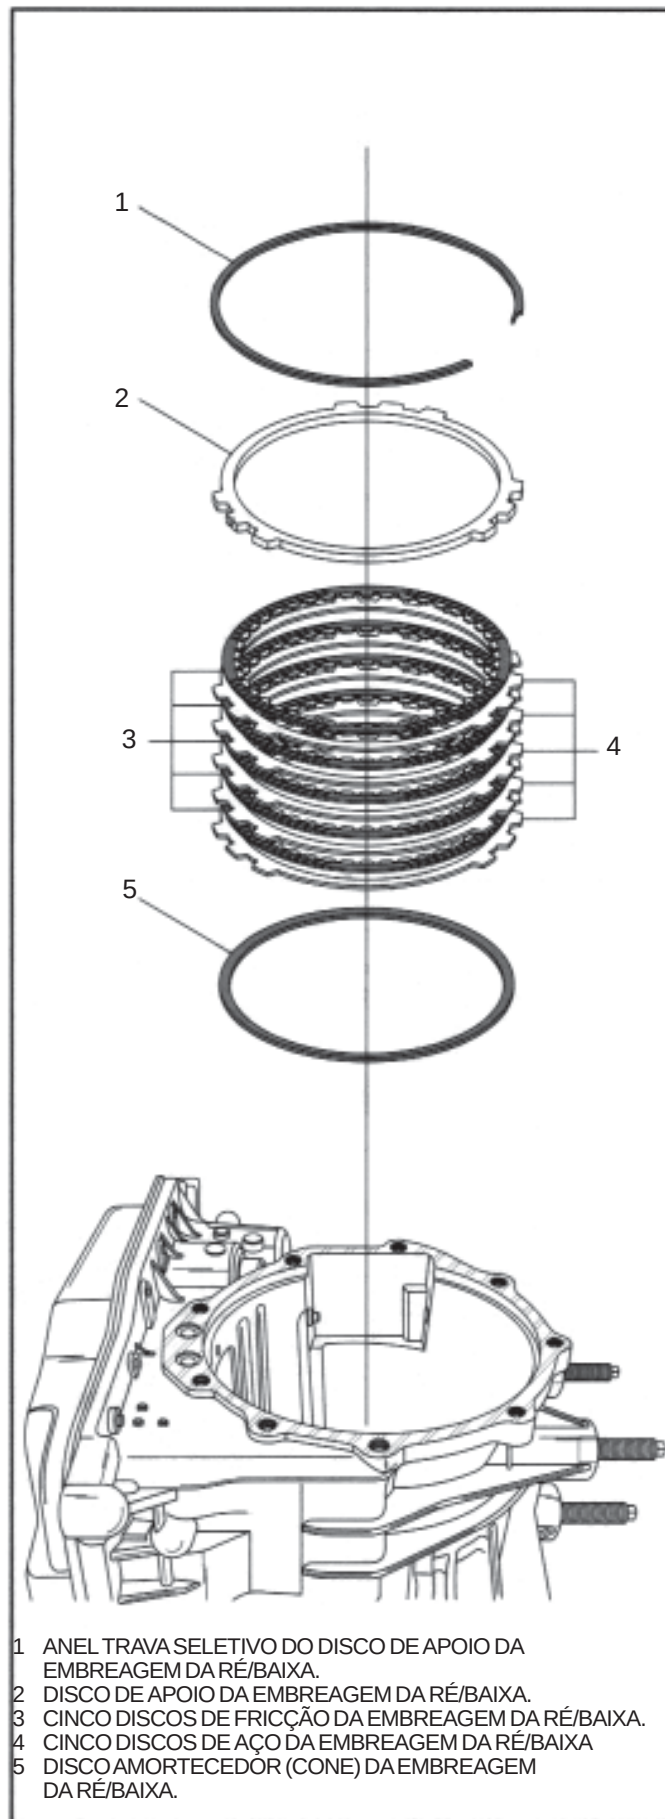

Figura 31
20. Remova o anel trava do disco de apoio da embreagem da ré/baixa, conforme ilustrado na Figura 31.
21. Remova o disco de apoio da embreagem da ré/baixa, conforme ilustrado na Figura 31.
22. Remova os discos da embreagem da ré/baixa, conforme ilustrado na Figura 31.
23. Remova o disco amortecedor (cone) da embreagem da ré/baixa, conforme ilustrado na Figura 31.